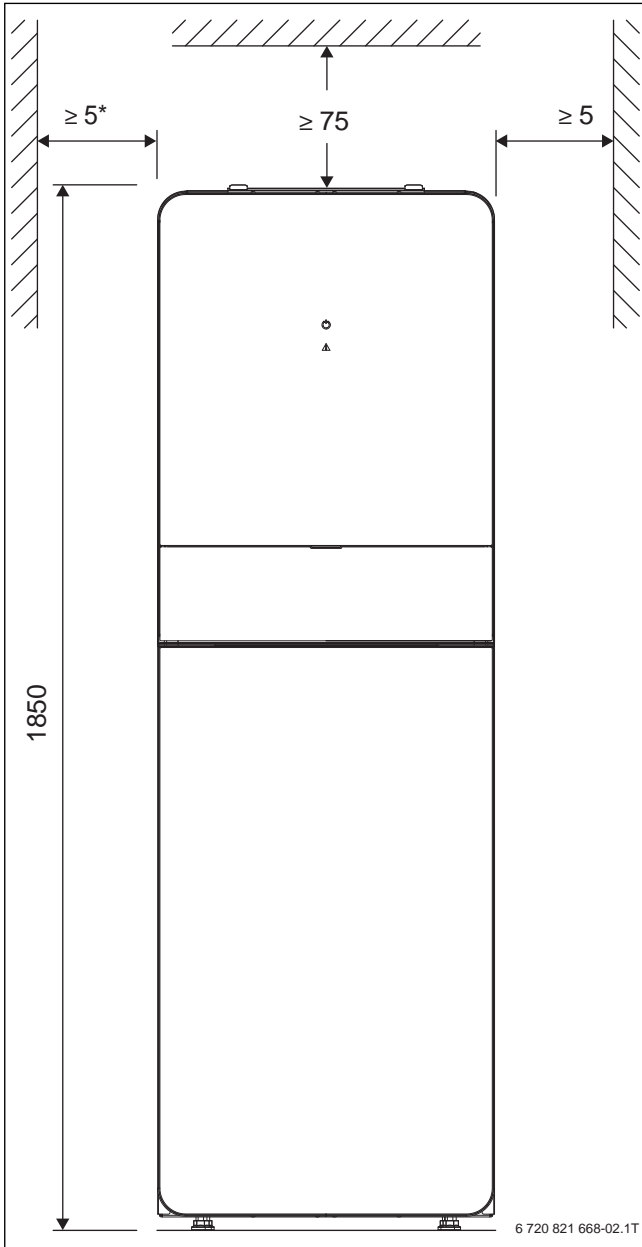

Bild 74 Mindestabstände der Wärmepumpen CS7000iLW (Maße in mm)
- CS7000iLW → Bild 74, Seite 85